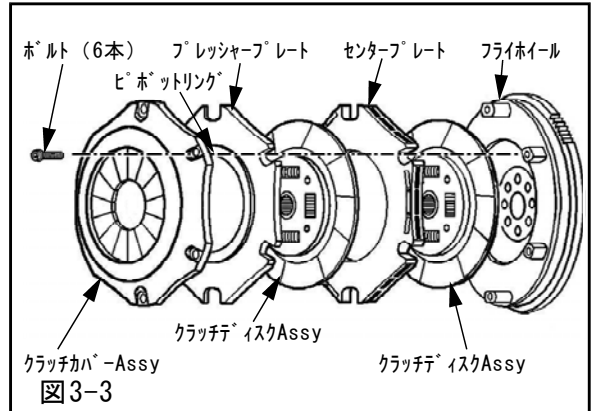

図3-3
- (3) フライホイールフェイス面およびセンタープレート、プレッシャープレートの摩擦面を脱脂してください。
- (4) 図3-3に示す様にそれぞれの順番とバランス取りペイントを同一箇所に合わせて取付ける形となりますので確認しておいてください。クラッチディスクAssyには向き(PUT THIS SIDE TO WARD T/M)が刻印されていますので、この刻印をトランスミッション側に向け取付けてください。間違った組付けを行いますと、正常に機能しませんので、十分な確認をしてから取付けを行ってください。(図3-3)